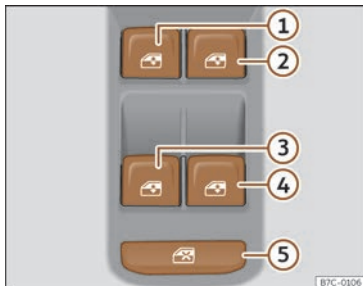

Fig. 85 Détail de la portière du conducteur : commandes des vitres.
La commande de sécurité >>> **fig. 85** ⑤ située sur la porte du conducteur vous permet de désactiver les touches des lève-vitres sur les portes arrière.